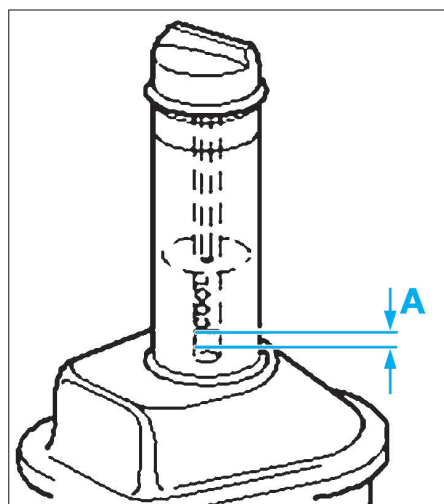

Fig. 27
- A froid : il doit se trouver dans la zone hachurée "cool", si nécessaire ajouter de l'huile (Fig.27).